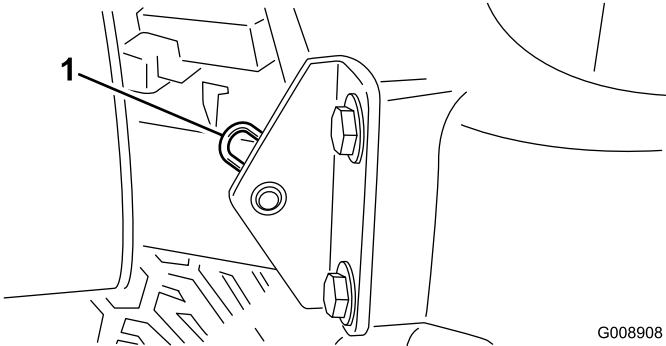

Figura 46
- 2. Retire el pasador que fija el pivote del capó a los soportes de montaje (Figura 46).